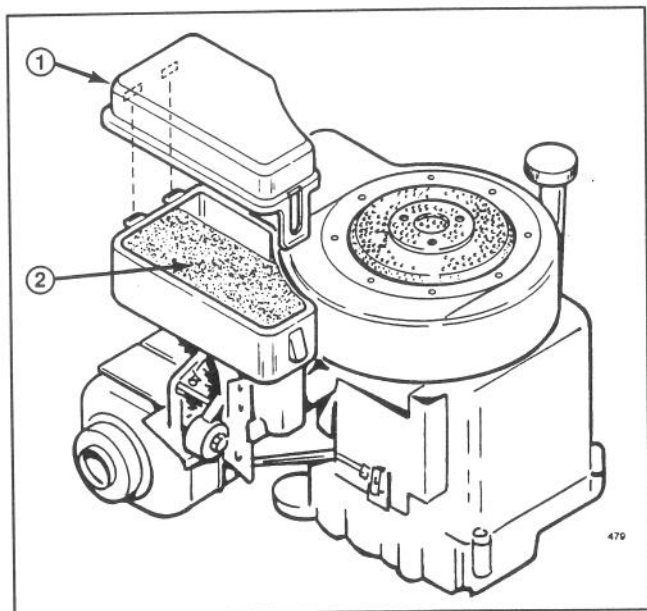

Figure 9
2. Débloquer et soulever le couvercle du filtre à air du carburateur (Figure 9).
3. Déposer l'élément en mousse (Figure 9). Rechercher toute trace de saleté ou de décoloration et le nettoyer si besoin est.